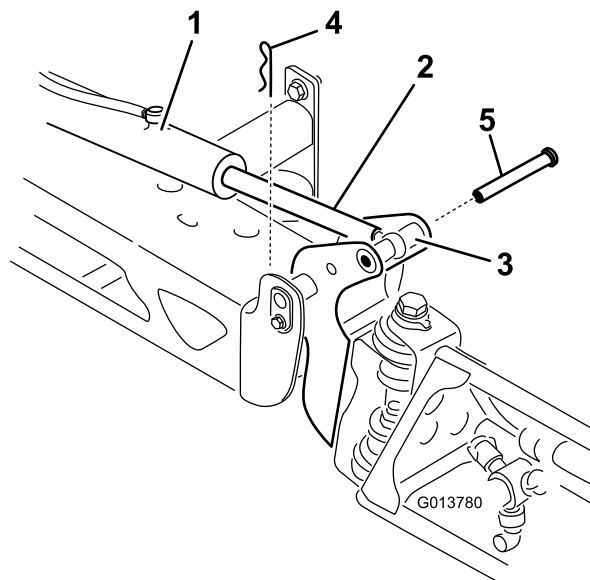

图63
2. 从枢轴销（图63）上拆下开口销。
3. 提起喷洒臂、然后拆下柱销（图63）。慢慢将喷洒臂降落到地面上。
- 提升喷洒臂、使其枢轴对准提升器杆。支撑住喷洒臂、将柱销插入喷洒臂枢轴和提升器杆（图63）。